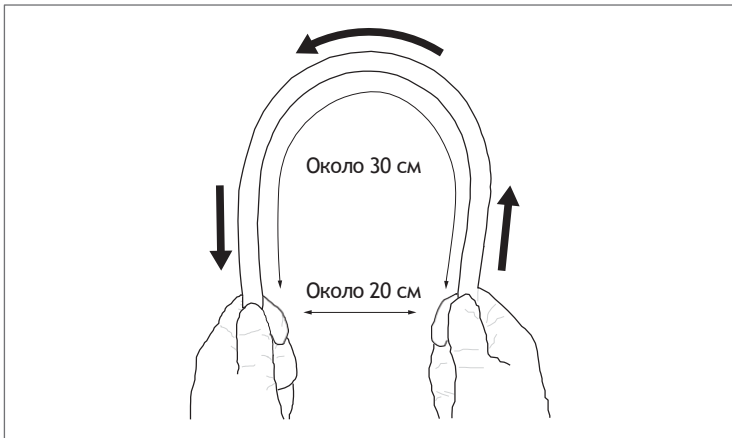

Рис. 4.7
9. Двумя руками согните вводимую трубку в дугу, как показано на Рис. 4.7. Скользящими движениями перемещайте вводимую трубку в направлении стрелок, показанных на Рис. 4.7, и убедитесь, что она плавно и легко сгибается в дугу по всей длине.